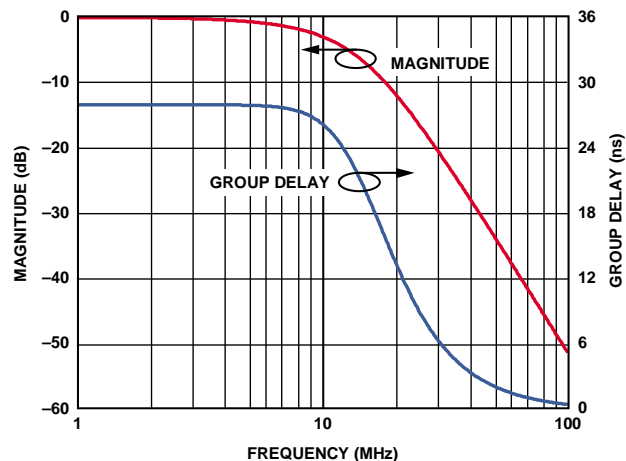
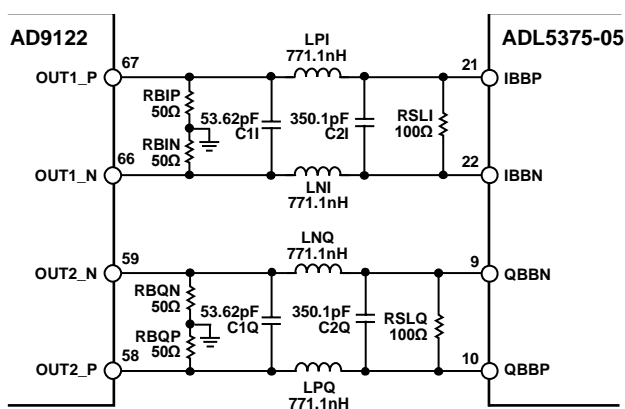

図 5. 10MHz の 3 次ベッセル・フィルタを使った DAC 変調器間インターフェースの周波数応答
図 4. 10MHz の 3 次ベッセル・フィルタを使った DAC 変調器間インターフェース
DAC に起因したナイキスト・イメージ (折り返しノイズ)、スプリアス、広帯域ノイズを除去するため、AD9122 と ADL5375 の間にフィルタを挿入する必要があります。フィルタは DC バイアス設定抵抗と AC 振幅制限抵抗の間に設置します。この構成では、DC バイアス設定抵抗 (図 4 の  $R_B$ ) と信号スケーリング抵抗 (図 4 の  $R_L$ ) により、フィルタ設計における信号源抵抗と負荷抵抗が適切に設定されます。
-3dB の周波数が 10MHz の 3 次ベッセル・ローパス・フィルタを図 4 に示します。フィルタの入力インピーダンスと出力インピーダンスが一致していることにより、フィルタ設計が容易になりパスバンドの平坦度が良好になるため、広帯域幅のフィルタ設計を可能にします。この例では、シャント抵抗に 100Ω が選択され、1Vp-p の AC 差動振幅が得られます。このフィルタの周波数応答を図 5 に示します。